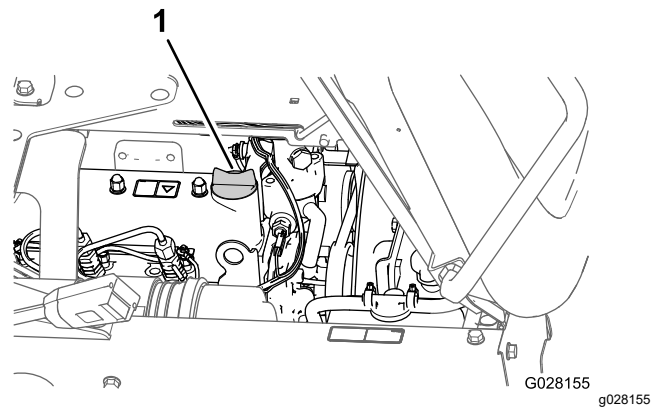

Figure 74
3. Si le niveau est trop bas, enlevez le bouchon de remplissage du couvre-culasse et versez la quantité d'huile nécessaire dans le goulot de remplissage pour faire monter le niveau jusqu'au repère maximum sur la jauge (Figure 74).